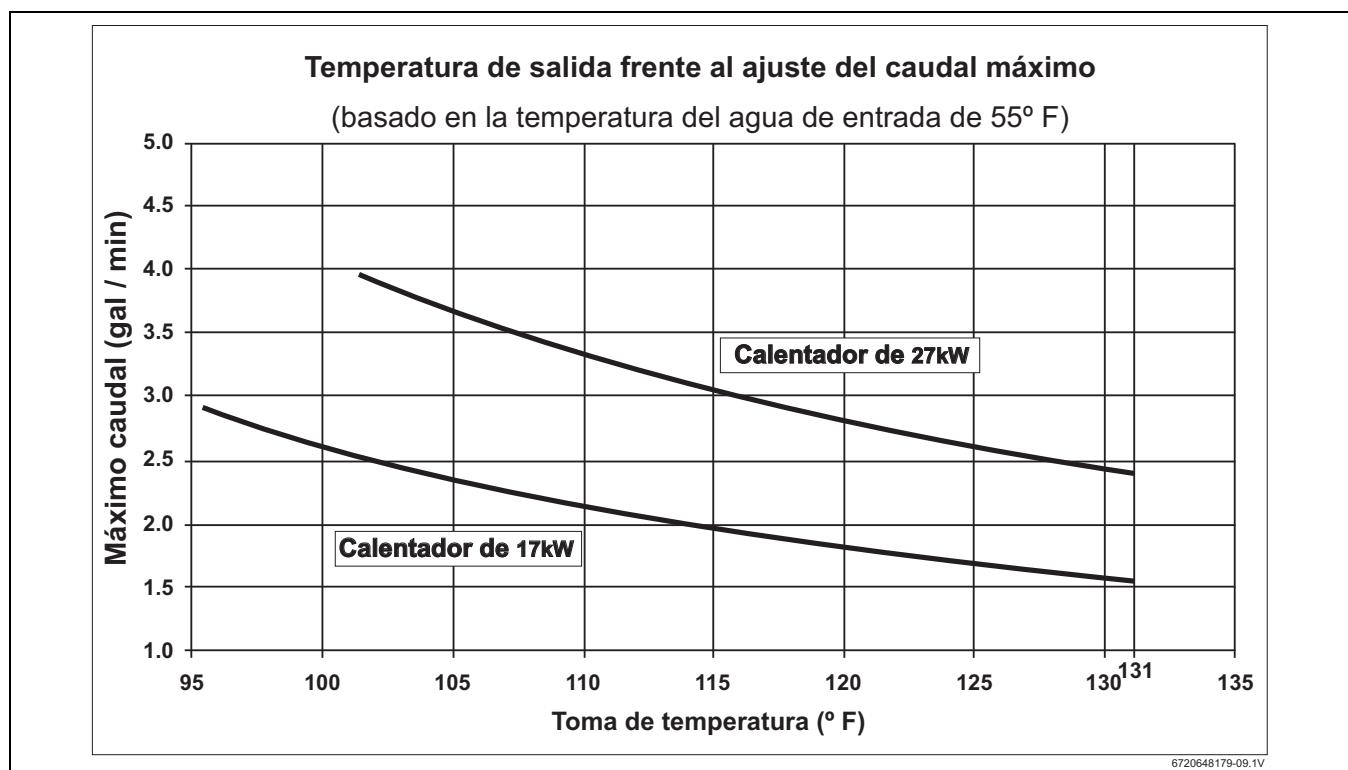

Fig. 11
- ▶ Ajuste la válvula de cierre de salida hasta que el rango de flujo de agua caliente corresponde con el valor en la Fig. 11 siguiente.
se muestra en la Fig. 11. Si se desea una toma de mayor temperatura de agua, a entonces, reduzca el rango de flujo y / o suministro de la unidad con 240 voltios.
La temperatura del agua de entrada es demasiado fría	Compruebe que el calentador es de tamaño apropiado para su ubicación geográfica. Gire el mando de la temperatura en la parte inferior del agua totalmente en el sentido de las manecillas del reloj para establecer la temperatura máxima. Asegúrese que los rangos de flujo dentro del calentador están dentro de las especificaciones. Consulte la Fig. 11 en la page 17 del manual. Se recomienda el uso de una válvula de aislamiento en la salida de agua caliente para el control de velocidad de flujo.
El control de temperatura de disco está activado demasiado bajo	Gire el control de disco de temperatura en la parte inferior de la derecha del calentador de agua para temperaturas más calientes. Consulte la Fig. 11 para la temperatura de salida vs variación del caudal.
El flujo de agua es demasiado grande	Ajuste el flujo de agua para mantenerse dentro de las especificaciones del calentador de agua. Vea la Fig. 11 de este manual.
Salida de las válvulas de cierre establecidas demasiado bajo	Ajuste la válvula de salida que se suministra don la instalación como se describe a continuación: <ul style="list-style-type: none"> Abra completamente ambas válvulas de cierre-de entrada y salida que se suministran con la instalación en el calentador. (si no hay ninguna instalada, instálelas antes de proceder). Abra completamente el agua caliente en la llave de agua caliente con más alto flujo a la que le da servicio el calentador (por ejemplo, la bañera). Cierre lentamente la salida de la válvula de cierre, disminuyendo el caudal de agua hasta que la temperatura en la llave de agua caliente se corresponda con los valores indicados en la Fig. 11 del manual, o se alcance la temperatura deseada del agua.
Cambio de rango de flujo. Abastecimiento de agua conectado a la salida de la unidad.	Los principales cambios en el rango de flujo puede afectar negativamente la temperatura del agua de salida del calentador. El aumento a partir de una llave principal abierta para varios accesorios funcionando a un mismo tiempo puede hacer que la temperatura fluctúe. Manténgase dentro de las especificaciones del calentador. Vea la Fig. 11.